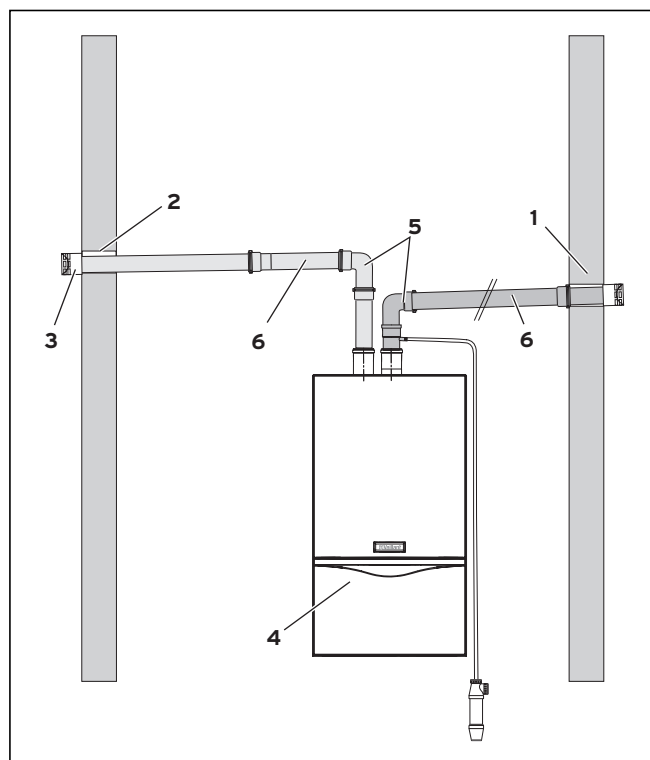

Рис. 6.24 Поддача воздуха на горение с фасада
- Вставьте трубы воздуховода и отходящих газов в отверстия соответствующей стены (1 и 2, см. рис. 6.24). Для крепления защиты от ветра трубы должны выступать из стены, по меньшей мере, на 3 см.
- Монтируйте на трубах воздуховода и дымохода защиту от ветра (3, см. рис. 6.24).
- Монтируйте подвеску аппарата и установите аппарат (4, см. рис. 6.24) (см. соответствующие руководства по монтажу).
- Вставьте отводы (5, см. рис. 6.24) труб дымохода/воздуховода в соответствующие разъемы разделительного устройства воздуховода/газохода.
- Монтируйте необходимые удлинители (6, см. рис. 6.24). Максимальные длины приведены в табл. 6.2.